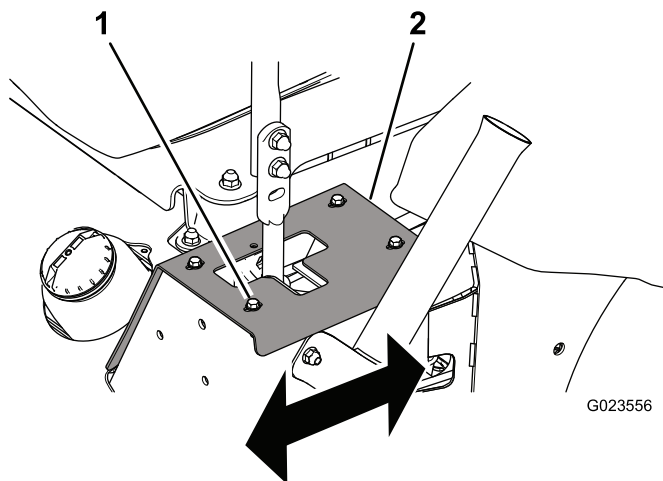

Figure 55
- Si elle se déporte à droite, desserrez les boulons et reculez la plaque de butée gauche jusqu'à ce que la machine se déplace en ligne droite (Figure 55).
- Si elle se déporte à gauche, desserrez les boulons et reculez la plaque de butée droite jusqu'à ce que la machine se déplace en ligne droite (Figure 55).
1. Boulon (4) 2. Plaque de butée
3. Serrez les boulons pour fixer la plaque de butée (Figure 55).